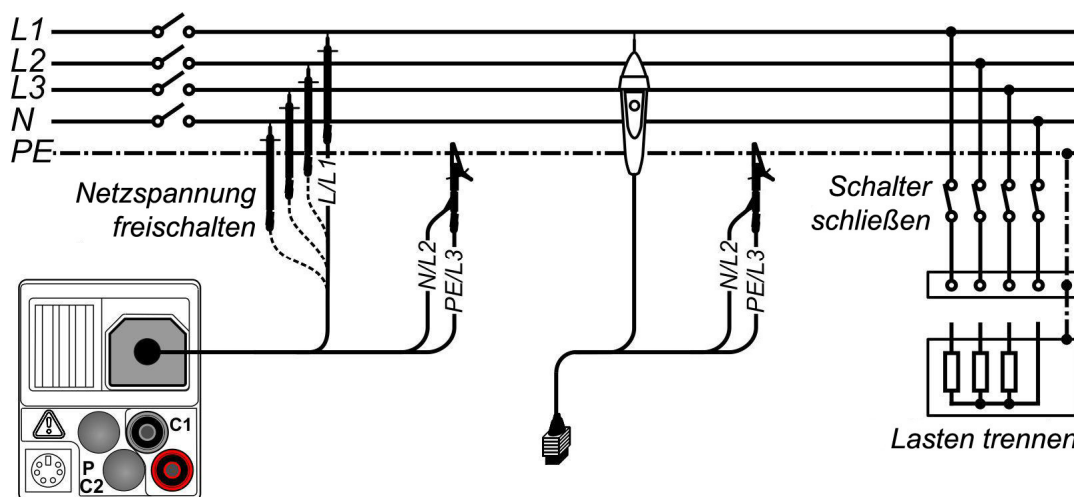

Abbildung 5.6: Anschluss der 3-Leiter-Prüfleitung und der Commander-Prüfspitze
- ❑ Kontaktieren Sie die Prüflleitungen an das Prüfobjekt (siehe Abbildung 5.6).